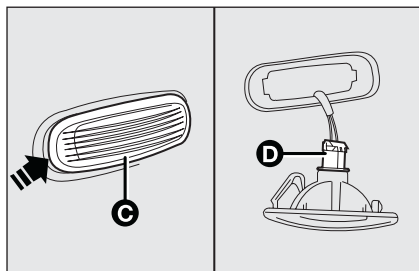

fig. 24
- ☐ haga palanca en el punto indicado por la flecha, de forma que se comprima el muelle de fijación, y saque el grupo **C**-fig. 24;